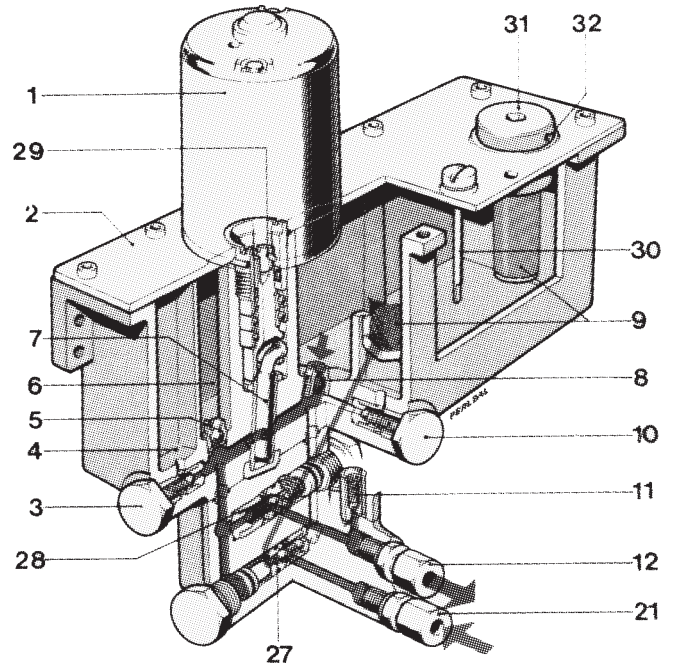
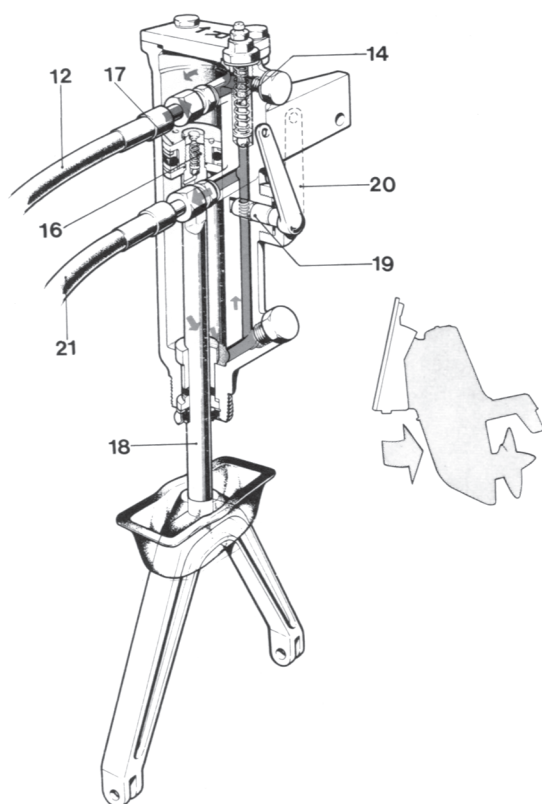
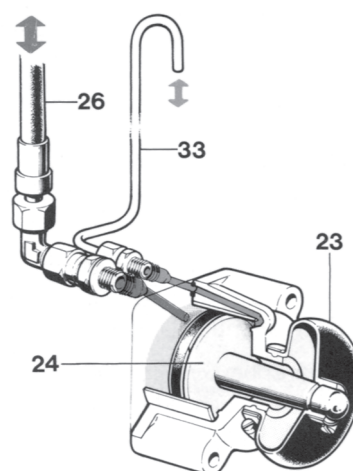

Fig. 8. Hydraultanken, lyftmanöver
Fig. 10. Lyftcylindern, lyftmanöver
Fig. 11. Trimcylindern, trimning av drevet
1. Elmotorn (1) fig. 8 och 9 och hydraulpumpen (7) startas.
2. Olja sugas från tanken (6) genom backventilen (8).
3. Oljan trycks från pumpen (7) till dubbelventilen (28). Samtidigt stänger backventilen (5) och dubbelventilen (27) punkteras så att returoljan från lyftcylindern kan passera genom denna.
4. Oljan trycks vidare från dubbelventilen (28) genom hydraulslangen (12) till lyftcylindern (15) (se även fig. 10) och trimcylindern (25) (se även fig. 11) som arbetar parallellt så länge trimcylindern inte är i sitt yttersta trimläge.
5. Oljan som befinner sig under kolven i lyftcylindern pressas genom manöverventilen (19) som vid "Fram" och "Neutral" är öppen, och vidare genom hydraulslangen (21) i retur till tanken via dubbelventilen (27). Innan oljan åter går ut i systemet passerar den en sil (9).
Trimcylindern (25) har endast olja på en sida. Kolvens motstående sida arbetar i ett luftrum som via ett tryckutjämningsrör (33) mynnar ut i båten (se även fig. 11).